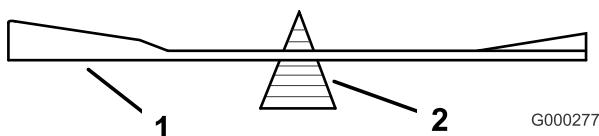
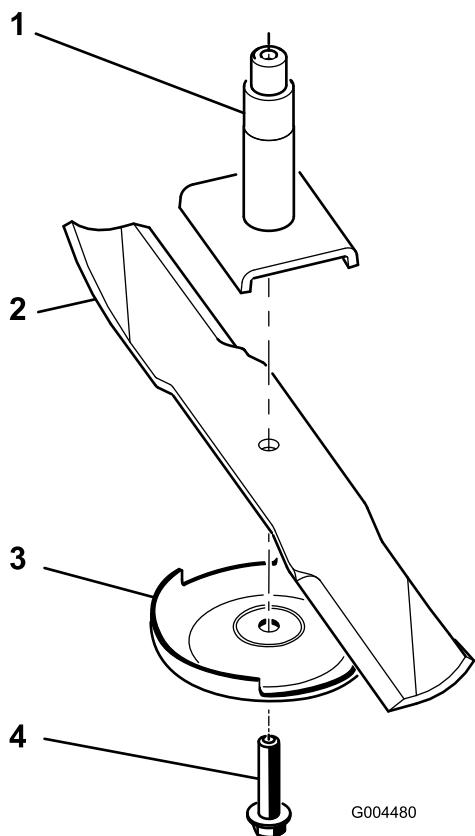

Figure 74
Figure 75
2. Enlevez le boulon, la plaque anti-scalp et la lame de l'axe de pivot (Figure 75).
2. Vérifiez l'équilibre de la lame en la plaçant sur un équilibrage (Figure 74). Si la lame reste horizontale, elle est équilibrée et peut être utilisée. Si la lame est déséquilibrée, limez un peu l'extrémité de la partie relevée seulement (Figure 75). Répétez cette procédure jusqu'à ce que la lame soit équilibrée.
- Placez la lame sur l'axe (Figure 75).
- Montez la plaque anti-scalp et le boulon de lame (Figure 75).